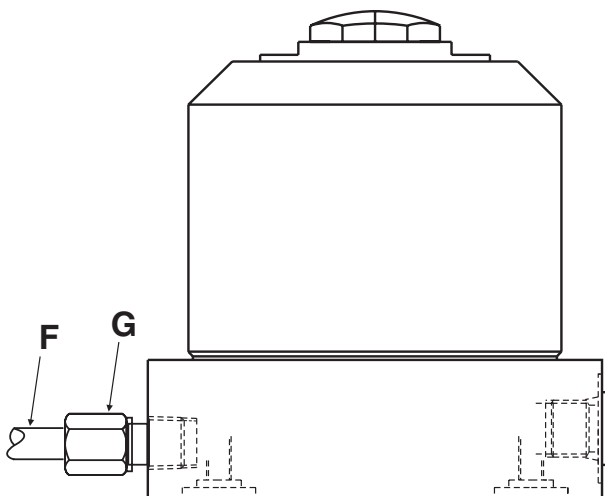

Figura 2 - Purga por lumbrera lateral (usando tubo y adaptador adicionales)
1. Si el adaptador de respiradero (A) estará expuesto a ser sumergido en líquido refrigerante, retire el adaptador de respiradero. Utilice un tubo y un conector roscado para purgar el sistema hacia una zona limpia y alejada del accesorio (vea la Figura 2).